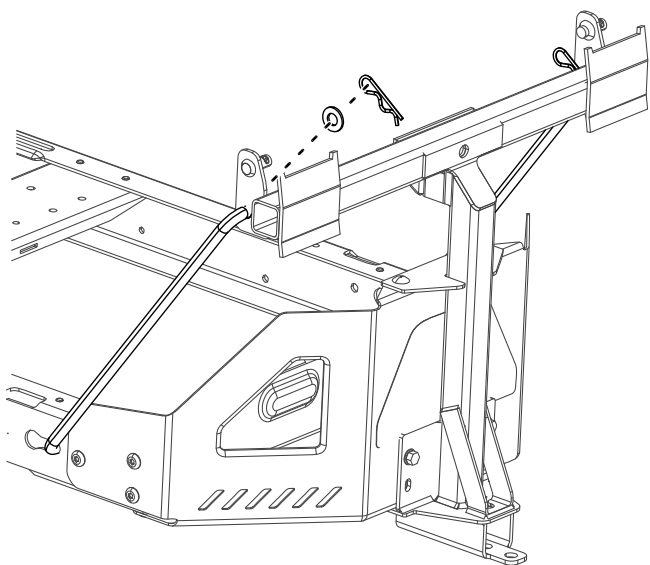

図 8
4. 機体フレームの左側にあるキー付きスロットに、ロッドの曲がって太い方の端部を差し込み、ロッドを後方にずらしてフレームに取り付ける 図 8。
5. ロッドの曲がった方の端部を、図 8 のようにアタッチメントマウントに差し込み、各ロッドの端部をワッシャとヘアピンコッターで固定する。
2. ピボットフレームにピボットブラケットを取り付ける 図 8。